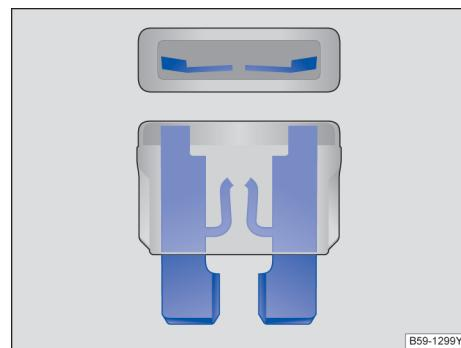

图 208 烧断的保险丝：扁平插入式保险丝
- 烧断的扁平插入式保险丝（ATO®、MINI®、MAXI+®）可从上面和侧面透过透明外壳通过熔断的金属条来识别 → 图 208。